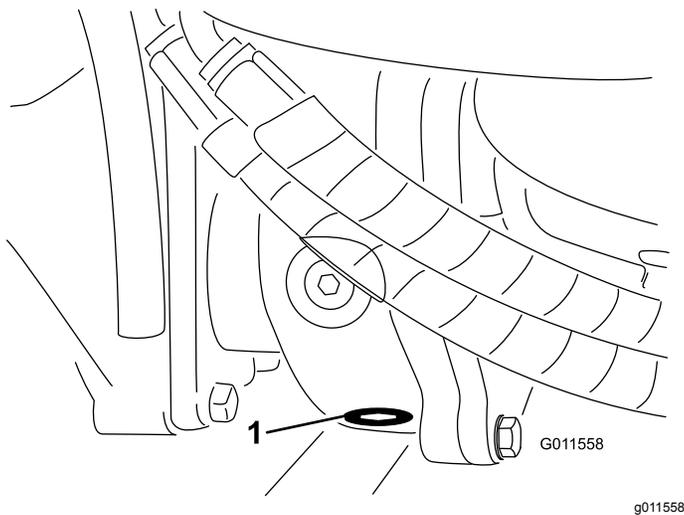

Рисунок 72
5. Очистите область вокруг пробки сливного отверстия в нижней части редуктора (Рисунок 72).